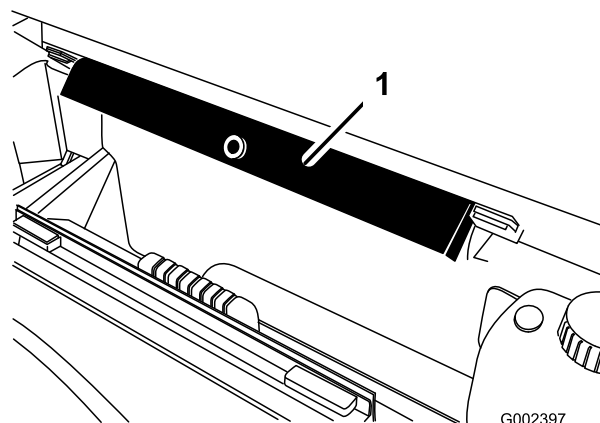

Figura 88
7. Retire o suporte da plataforma dos suportes existentes na parte de trás do painel do sistema ROPS (Figura 88).